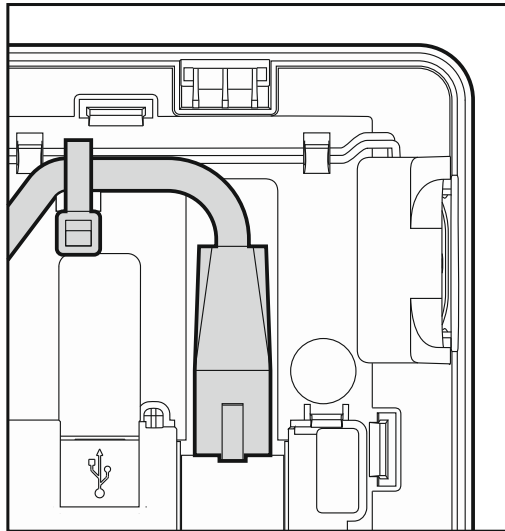

Fig. 5. Vastmaken van de Ethernet kabel.
11. Als het bediendeel aangesloten wordt op het Ethernet netwerk (beeld weergave van web camera's), sluit dan de netwerkkabel met een RJ-45 plug aan op de desbetreffende aansluiting. Gebruik hiervoor kabel welke voldoet aan de 100Base-TX standard (hetzelfde als gebruikt bij het aansluiten van een computer op het netwerk). Aanbevolen wordt om platte netwerkkabel te gebruiken gezien deze flexibeler is en maak deze vast met een tie-wrap aan de behuizing (zie Fig. 5).